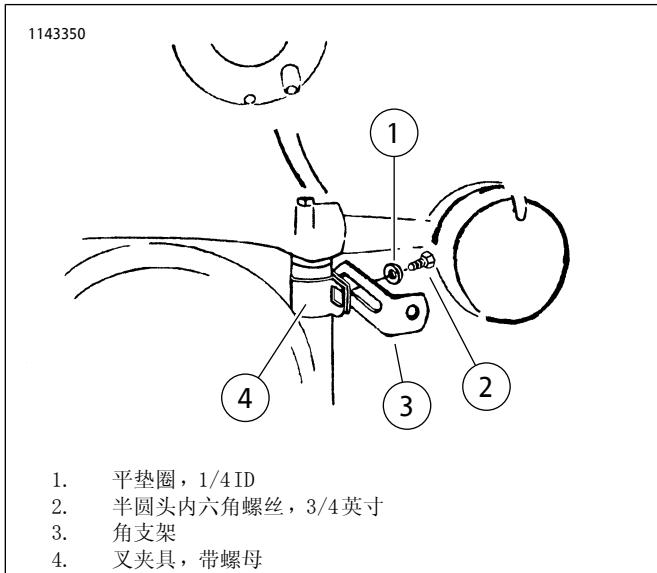

图3。拆解下部底架
6. 参见图3。摊开叉夹具(4)，并围绕叉管的顶部放置，使平坦的一面朝外并指向前方，将叉夹具压紧在叉上。